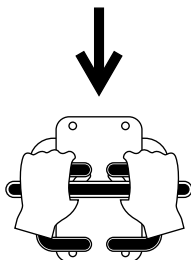

Figura 8
- Para andar para trás, mova ambos os controlos de tração para trás (Figura 8).